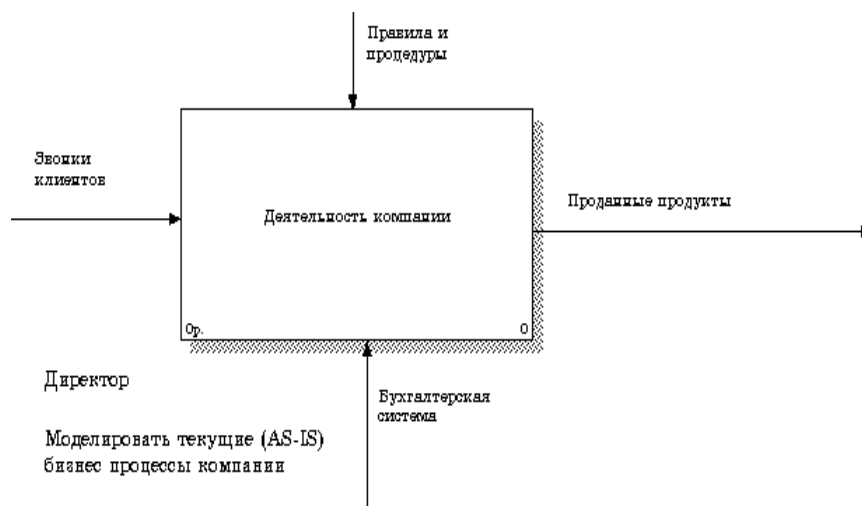

Рис. 23. Внесение граничных стрелок и текста в поле диаграммы с помощью редактора **Text Block Editor**
14. С помощью кнопки **T** внесите текст в поле диаграммы – точку зрения и цель (рис. 23).